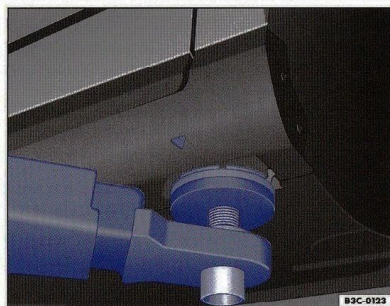
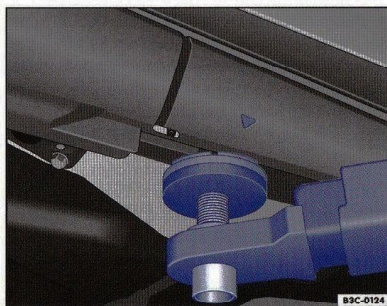

Fig. 51 Ridicarea cu ajutorul elevatorului: Punctele de sprijin din față.
Fig. 52 Ridicarea cu ajutorul elevatorului: Punctele de sprijin din spate.
Autovehiculul trebuie ridicat cu ajutorul elevatorului numai în punctele indicate ⇒ pagina 104, fig. 51" și ⇒ fig. 52. Dacă autovehiculul nu este ridicat în punctele indicate, se pot produce accidentări grave ⇒ ⚠ și deteriorări la autovehicul ⇒ ⚠.
- Ridicați autovehiculul numai de punctele indicate în imaginile ⇒ pagina 104, fig. 51" și ⇒ fig. 52. Dacă autovehiculul nu este ridicat în punctul precizat, el poate cădea de pe elevator, de ex. la demontarea motorului sau a cutiei de viteze.